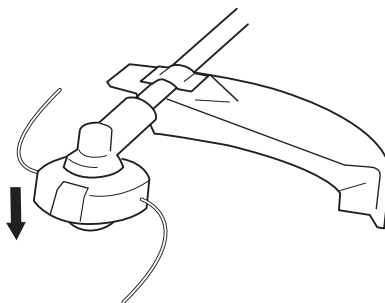

Fig. 16
- Introduzca la llave Allen (19) en el orificio de la caja de engranajes para bloquear el soporte de la cortadora.
- Opere el motor a una velocidad baja y golpee el cabezal contra el suelo. La línea de nylon saldrá unos 1-3/16" (3 cm) con cada golpe. (Fig. 16)